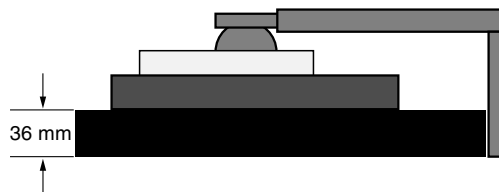

Abbildung S.1
3. Legen Sie den Monitor mit der Vorderseite nach unten auf eine weiche Oberfläche. (Der Bildschirm sollte auf eine um 36 mm erhöhte Fläche gelegt werden, damit der Fuß bündig mit der Oberfläche des Tisches abschließt) (**Abbildung S.1**).